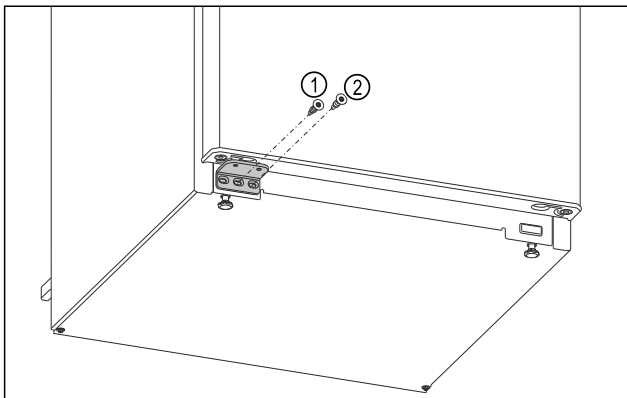

Fig. 17
- Mittlere Schraube des Lagerbocks Fig. 17 (1) mit Schraubendreher Torx 20 festschrauben.
- Innere Schraube des Lagerbocks Fig. 17 (2) mit Schraubendreher Torx 20 festschrauben.